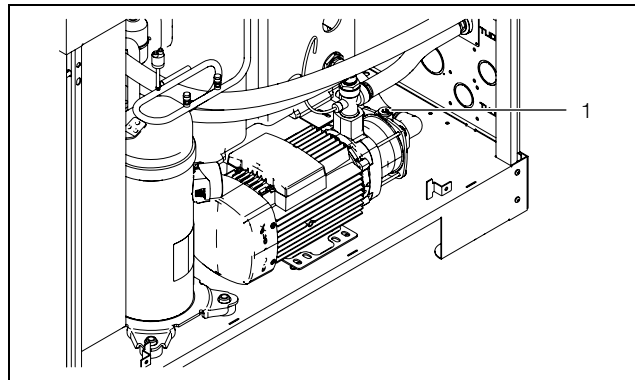

Fig. 26 : purger la pompe à eau
- Purger la pompe d'agent de refroidissement (à l'arrêt) en desserrant légèrement la vis de purge (fig. 26, pos. 1).